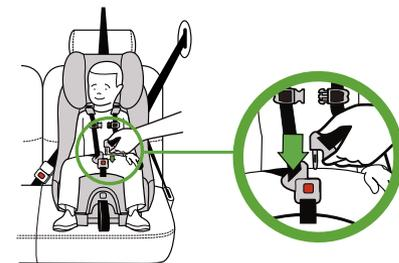

Figure 88
- Insérez les languettes de la boucle dans la boucle, une à la fois, tel qu'illustré dans la **Figure 88**. Un déclic devrait se faire entendre.